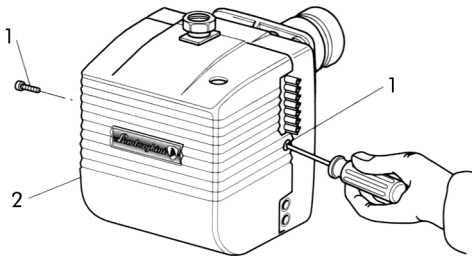

fig.1
Para acceder a los componentes principales es suficiente quitar la tapa protectora como ilustra la (fig.1). El mantenimiento en el cabezal de combustión se efectúa de la siguiente manera:
- Cerran la llave del gas y desconecten la rampa de gas del quemador. Desatornillen los tornillos **1** y quiten la tapa protectora **2** (fig.1).